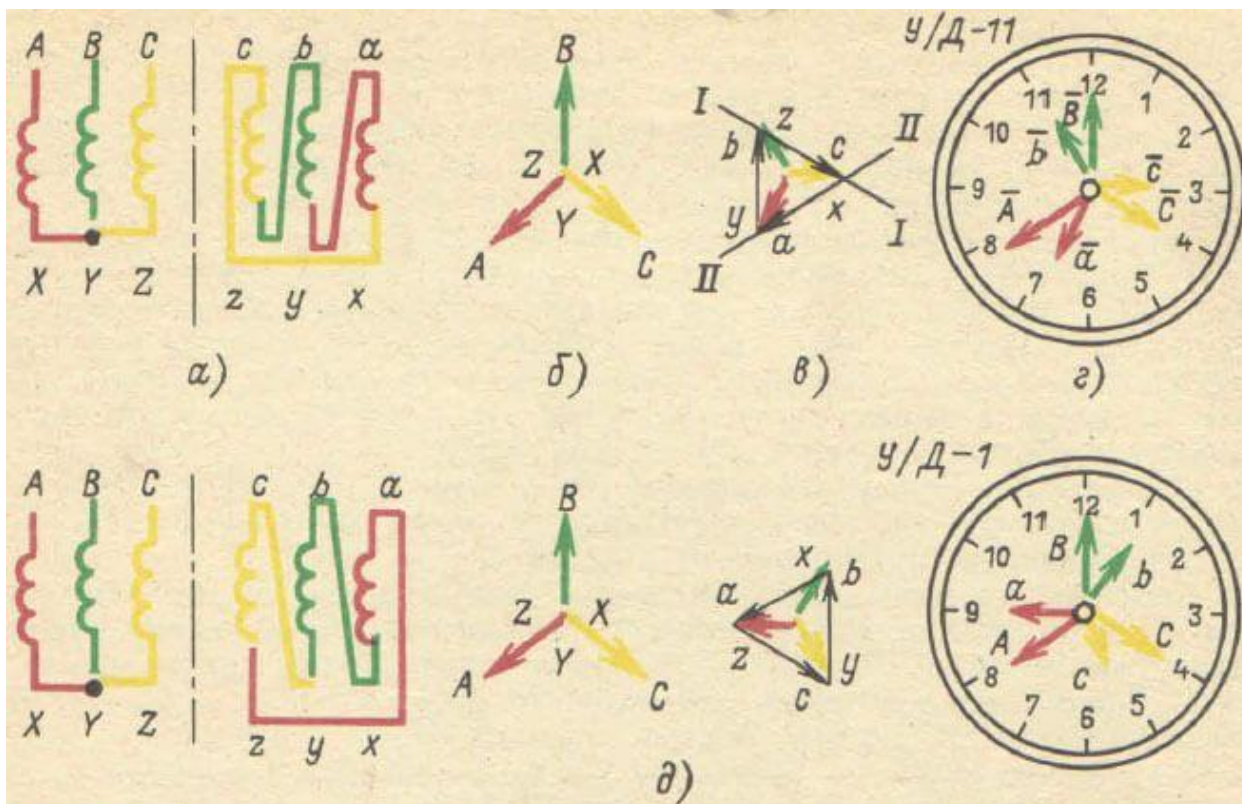

Рисунок 10. Примеры определения группы соединения при включении обмотки НН в треугольник
3. Построим векторные диаграммы для схемы на рисунке 10, а с одинаково намотанными обмотками, если обмотка НН соединена в треугольник. Векторная диаграмма обмотки ВН (рисунок 10, б) имеет такой же вид, как на рисунке 9, б так как она также определяется **первичной сетью**. Параллельно вектору BY строим вектор by , направляя его в ту же сторону (рисунок 10, в). Затем, видя по схеме, что вывод b соединен с выводом z , ставим на векторной диаграмме рядом с буквой b букву z . А так как точка z принадлежит вектору cz , проводим через нее линию $I - I$ параллельно вектору CZ . Затем, видя, что вывод y соединен с выводом a , ставим на